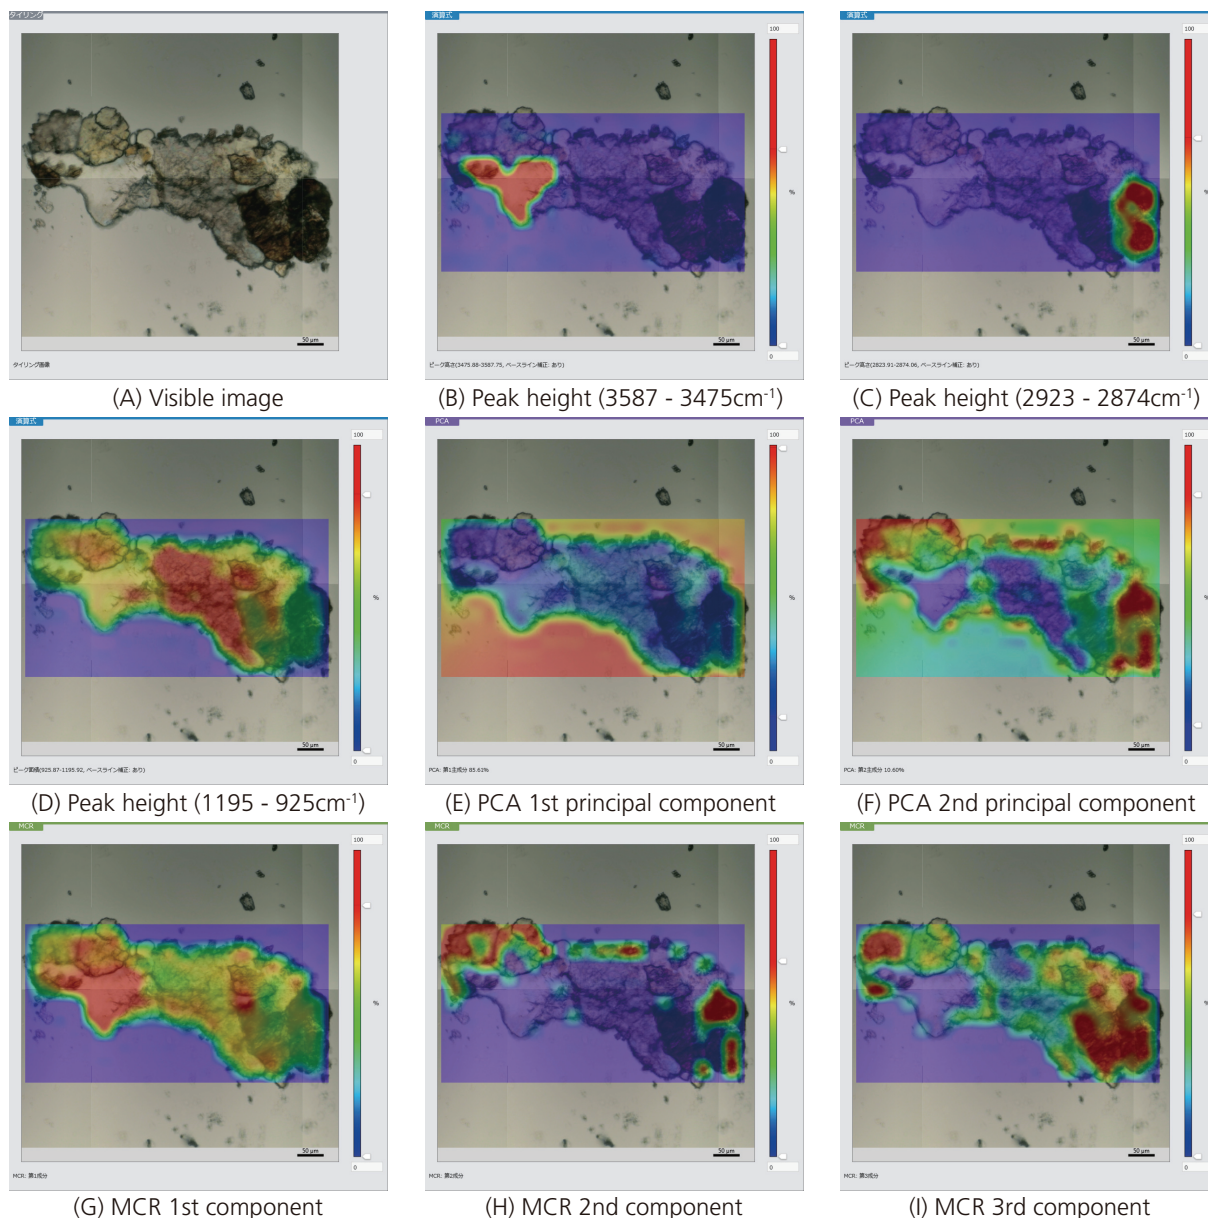

Fig.7 測定サンプルのケミカルイメージ
幾つかの手法で求めた測定試料のケミカルイメージを Fig. 7 に示します。左上から (A) 可視観察像, (B) 3587- 3475 cm^{-1} のピーク高さ, (C) 2923- 2874 cm^{-1} のピーク高さ, (D) 1195- 925 cm^{-1} のピーク高さ, (E) PCA 第 1 主成分, (F) PCA 第 2 主成分, (G) MCR 第 1 成分, (H) MCR 第 2 成分, (I) MCR 第 3 成分を示します。
Fig. 7 の (B) は OH 基の吸収, (C) は CH 基の吸収, (D) は CO 基の吸収, (E) は試料の全データの平均との差と考えられます。また (D), (G) からこの試料には濃度的な差はありますが、全体に存在する成分があることが推測されます。さらに (C), (F), (H), (I) から右端部分には他と異なる成分がある可能性が高いと思われます。